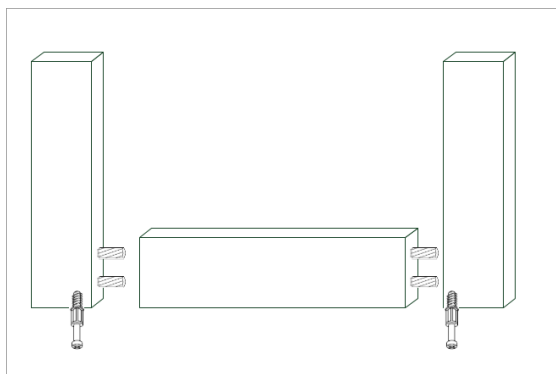

Bild 6
Jetzt kannst Du die Front zusammenbauen. Schraube bitte in die zwei 45° Winkel in denen sich kleinen Bohrung befinden, jeweils eine Minifix-Schrauben (C). Verbinde anschließend das Mittelteil (Leiste ohne Löcher) mit diesen 45° Winkeln. Siehe Bild 6. Achte darauf, dass die Minifix-Schrauben (C) an der Innenseite der Leiste liegen.